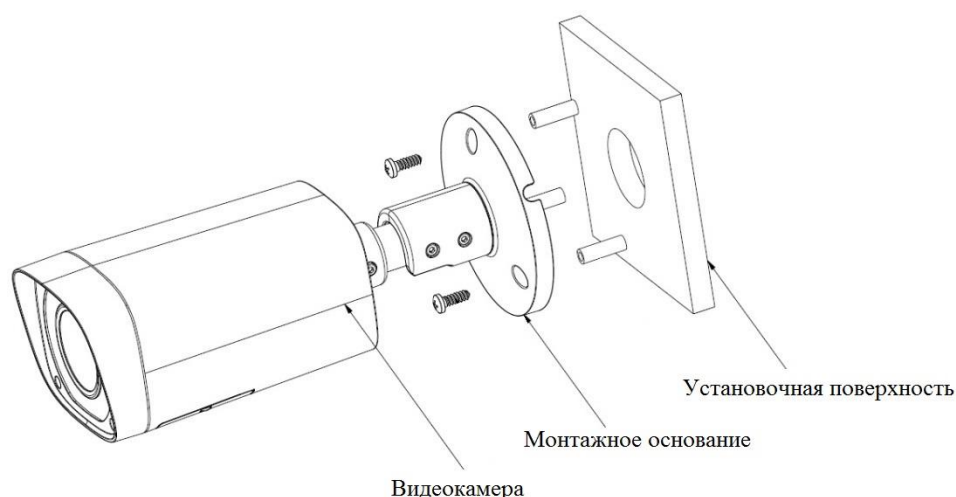

Рисунок 3
3.6 Прикрепите видеокамеру к установочной поверхности (рис.3). При необходимости поверните корпус видеокамеры на желаемый угол.